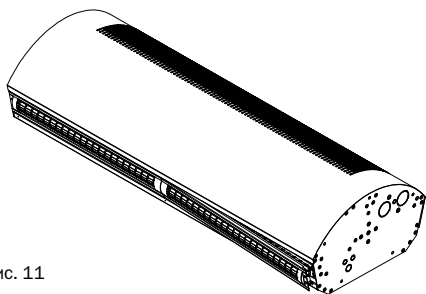

Рис. 11
3. Извлечь наружу (30-40 мм) край сопла (см.рисунок 11).